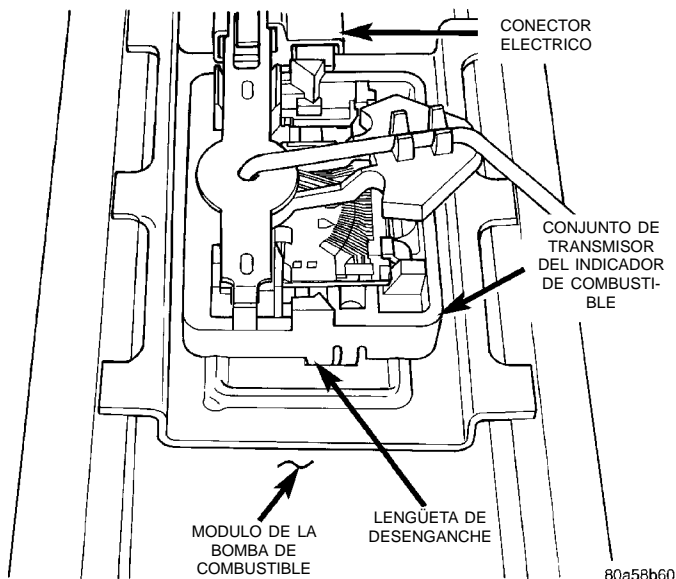

Fig. 29 Lengüeta de desenganche del conjunto de transmisor del indicador de combustible
- (1) Retire el depósito de combustible. Consulte Desmontaje/instalación del depósito de combustible.
- (2) Retire el módulo de la bomba de combustible. Consulte Desmontaje/instalación del módulo de la bomba de combustible.
- (3) Retire el conector del cable eléctrico de los terminales del conjunto de transmisor.
- (4) Oprima la lengüeta de desenganche (Fig. 29) para retirar el conjunto de transmisor del módulo de la bomba.